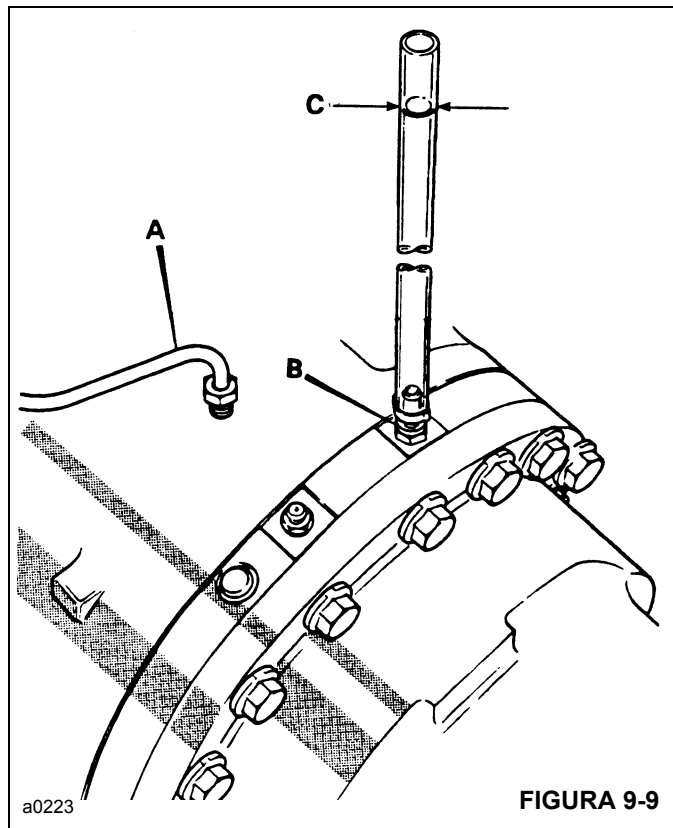

FIGURA 9-9
- a. Instale um adaptador com um pedaço de tubo transparente (de aproximadamente 120 mm (4.75 pol.) de comprimento) no orifício do pistão do freio **B** Figura 9-9.